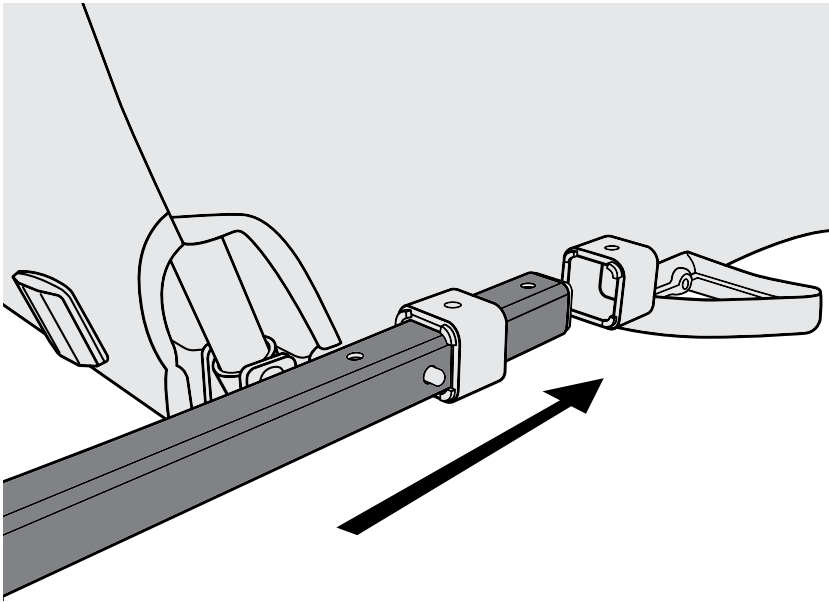

Figure 6
1. Slide the tow bar into the tow bar receivers until hole A is aligned with hole B (Figure 6).
1. Die Deichsel in die Deichselaufnahme einführen und dabei Bohrung A auf Bohrung B ausrichten (Abb. 6).
1. Faites glisser la barre de remorquage dans le récepteur jusqu'à ce que l'orifice A s'aligne sur l'orifice B (Figure 6).